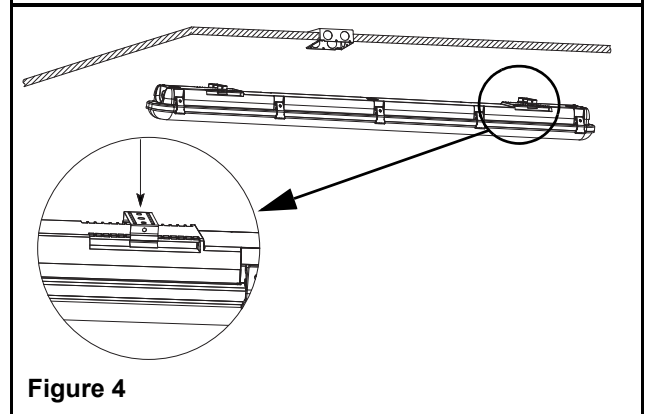

Figure 4
2. Fixer les clips de montage dans les cavités du boîtier jusqu'à ce que les deux côtés du clip soient fixés (voir fig. 4).